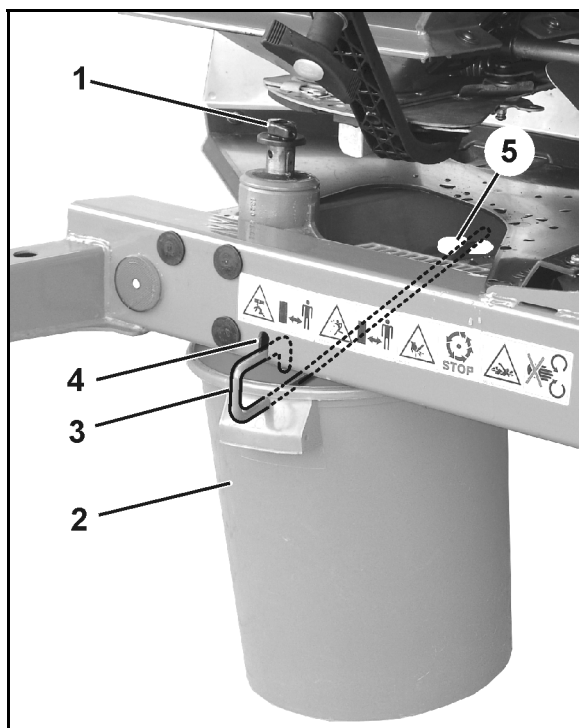

Fig. 52
- 2.1 Deșurubați șurubul-fluture (Fig. 52/1) pentru fixarea discului de împrăștiere și scoateți discul de pe arborele transmisiei.
3. Agățați vasul colector (Fig. 52/2) prin intermediul etrierului (Fig. 52/3) în suporturile de susținere (Fig. 52/4 și Fig. 52/5) pe cadru.